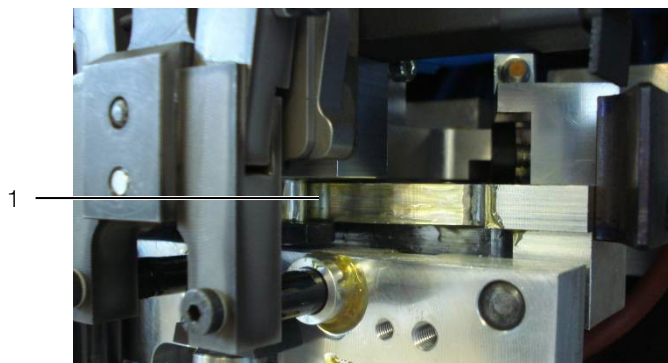

Fig. 22 : chariot à outil
- lubrifier la surface d'appui (fig. 22, pos. 1).